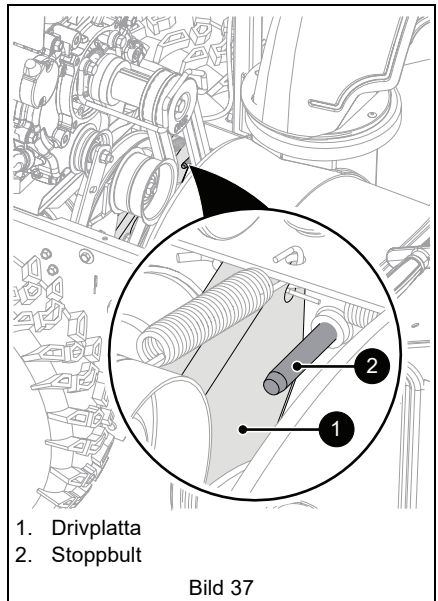

Bild 37
4. Kontrollera med drivningen urkopplad att drivplattan vidrör stoppbulten. Se Bild 37.